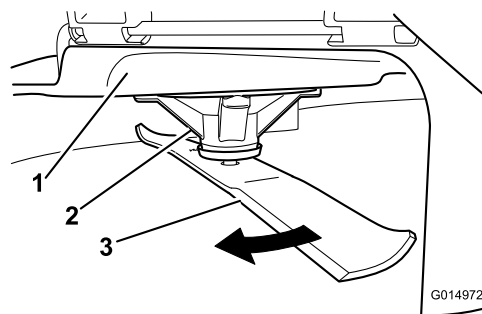

Figura 77
2. Indossando guanti dalla spessa imbottitura o altre protezioni idonee per le mani, ruotare lentamente la lama in una posizione che consenta di misurare la distanza tra il bordo di taglio e la superficie piana su cui si trova la macchina (Figura 77).